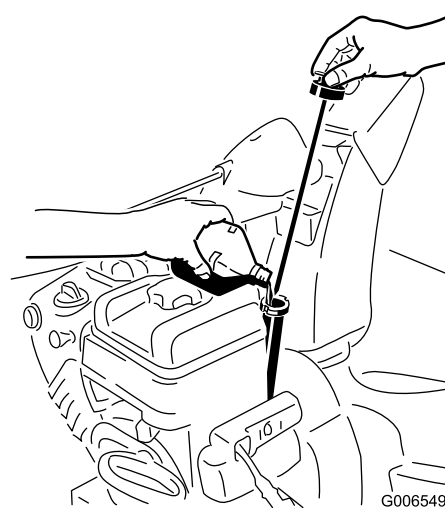

Figure 18
1. Retirez la jauge et versez de l'huile **lentement** dans le goulot de remplissage pour faire monter le niveau de liquide jusqu'au repère du plein (Full) sur la jauge. **Ne remplissez pas excessivement** (Figure 18). (voir Contrôle du niveau d'huile moteur à la section Entretien).